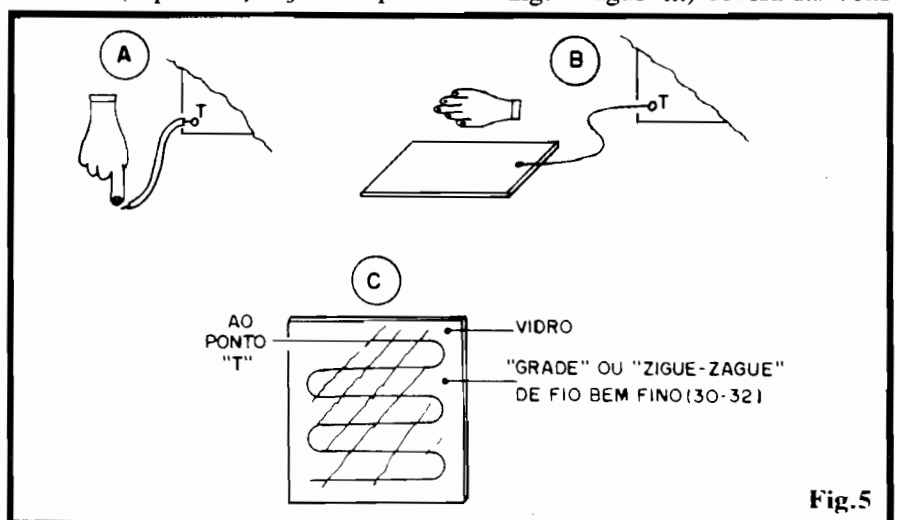

Fig.5
- **FIG. 5 - O SENSOR** - Já foi explicado, mas vamos reafirmar: se o ponto sensor (sempre metálico) for **pequeno** (até uma "cabeça" de alfinete funcionará...), é exigido o **toque físico mesmo**, para que o circuito possa reagir (5-A). Já as áreas ou superfícies metálicas maiores (5-B) reagirão à simples aproximação (sem o toque físico). Lembramos que o fato do sensor, em si, ter que ser **metálico**, não invalida certos tipos de adaptações ou instalações, na proteção direta de coisas ou superfícies não metálicas... Vejamos o exemplo da fig. 5-C: no caso, para detectar a aproximação ou toque de uma pessoa sobre uma placa de vidro (janela, porta, etc.), basta aplicar, "por trás" da dita superfície, uma espécie de "grade" ou "zigue-zague" formado por fio de cobre esmaltado bem fininho (nº 30 ou maior...). Um espaçamento entre 10 e 15 cm. (entre as "trilhas" do "zigue-zague"...) deverá dar bons
- Depois de tudo ligado, circuito alimentado (12 VCC, provenientes de bateria, pilhas ou fonte ligada à CA...), o sensor deve ser ligado, qualquer que seja a escolha (entre as sugestões da fig. 5, ou outras...).
me explicado no texto referente à fig. 5...).